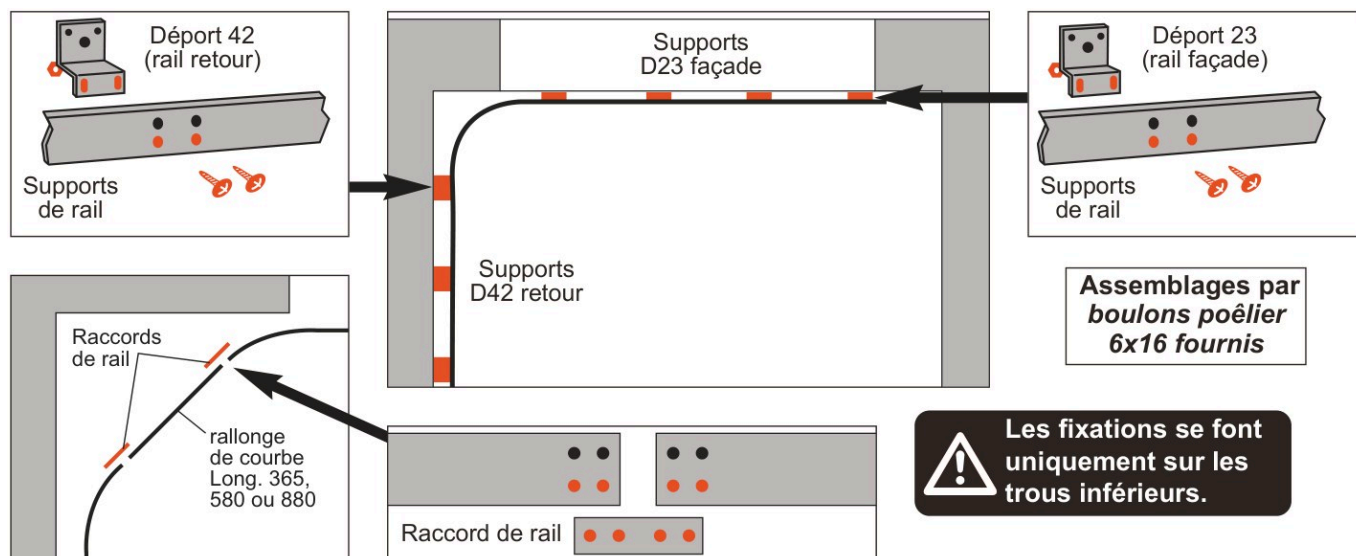

Figure 7 – Les supports de rail (déport 42 sur le rail retour, déport 23 sur le rail de façade), les raccords de rail et la rallonge de courbe
1. Assemblez le rail de façade et le rail de refoulement avec le ou les raccords de rail. Si votre colis contient une **rallonge de courbe**, elle se place entre les deux, avec un raccord à chaque bout (figure 7). Tous les assemblages se font avec les boulons poêlier 6 × 16 fournis.